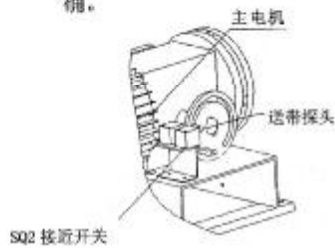

图 2-9
- A. 当 SQ2 接近开关感应到如图 2-9 所示送带探头时, 送退带电机启动, 机器开始送带。